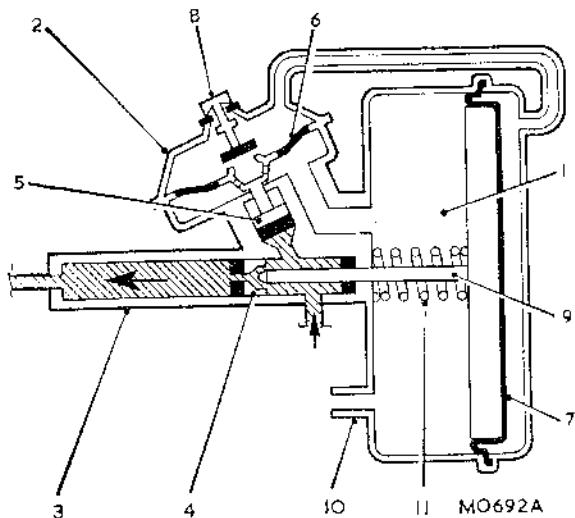

Fig. Mb.1
Reférirse a la Fig. Mb.1. La unidad servo accionada por vacío consta de tres componentes principales, principalmente, el cilindro de vacío (1), el conjunto de válvula de aire (2) y el cilindro auxiliar (3) que va conectado al circuito hidráulico entre el cilindro principal y los cilindros de rueda. En frenado suave, el líquido pasa directamente a los cilindros de rueda a través del centro hueco del pistón secundario (4), no obteniéndose asistencia en el frenado; la presión del líquido, al accionar el pistón de la válvula de aire (5), cierra el diafragma (6), separando así la cámara tras el diafragma del servo principal (7) del de enfrente. En el frenado más fuerte, un mayor movimiento del